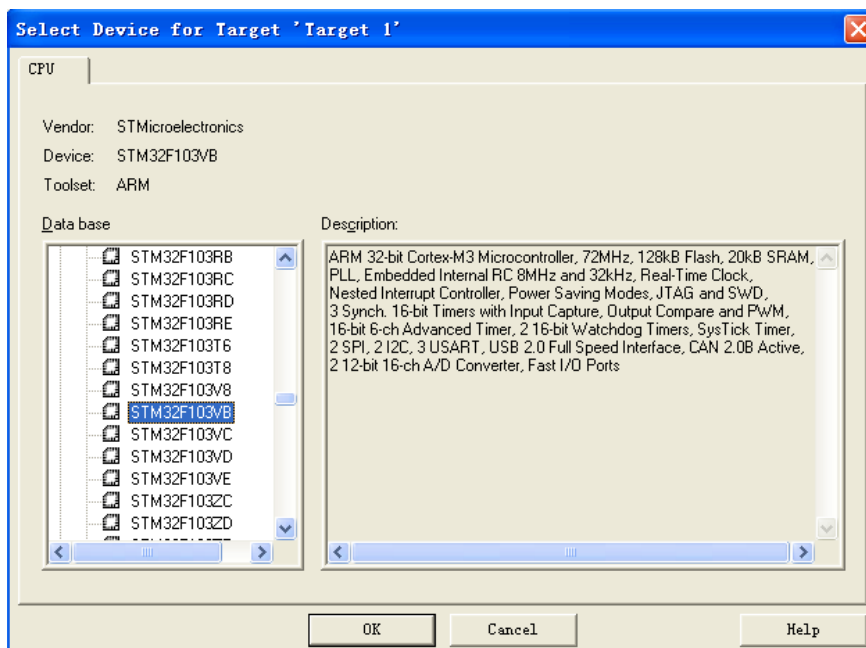

图 1.16 CPU 型号选择窗口
(4) 这里要求选择芯片的类型，双击 STMicroelectronics，在弹出的下拉菜单中选择 STM32F103xx（与教学开发板一致），就会出现相关介绍信息。例如选择 STM32F103VB，如图 1.16 所示。看看选择不同的 STM32F103xx 单片机，所显示的资源有哪些不同。